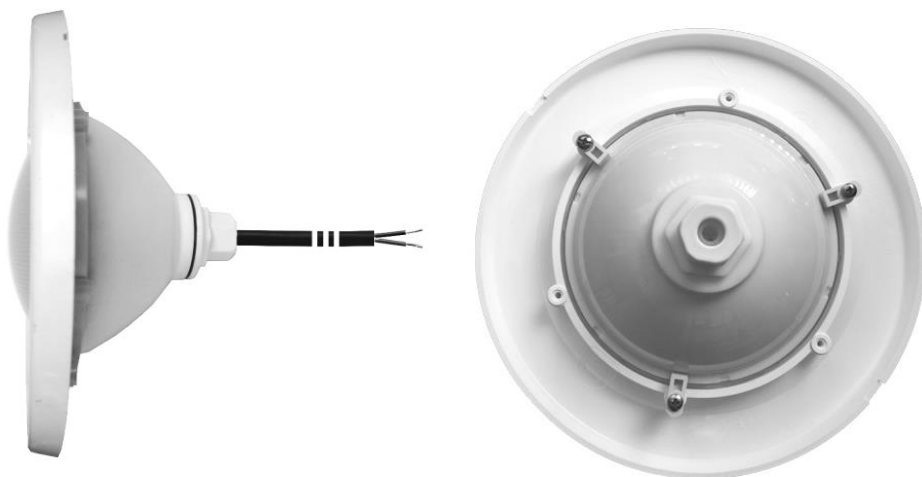

Fig.3
4.2 Montage Ecoproof (fig3)
- Utilisez 3 cales de maintien (7), vissées dans la couronne en employant les vis d'origine